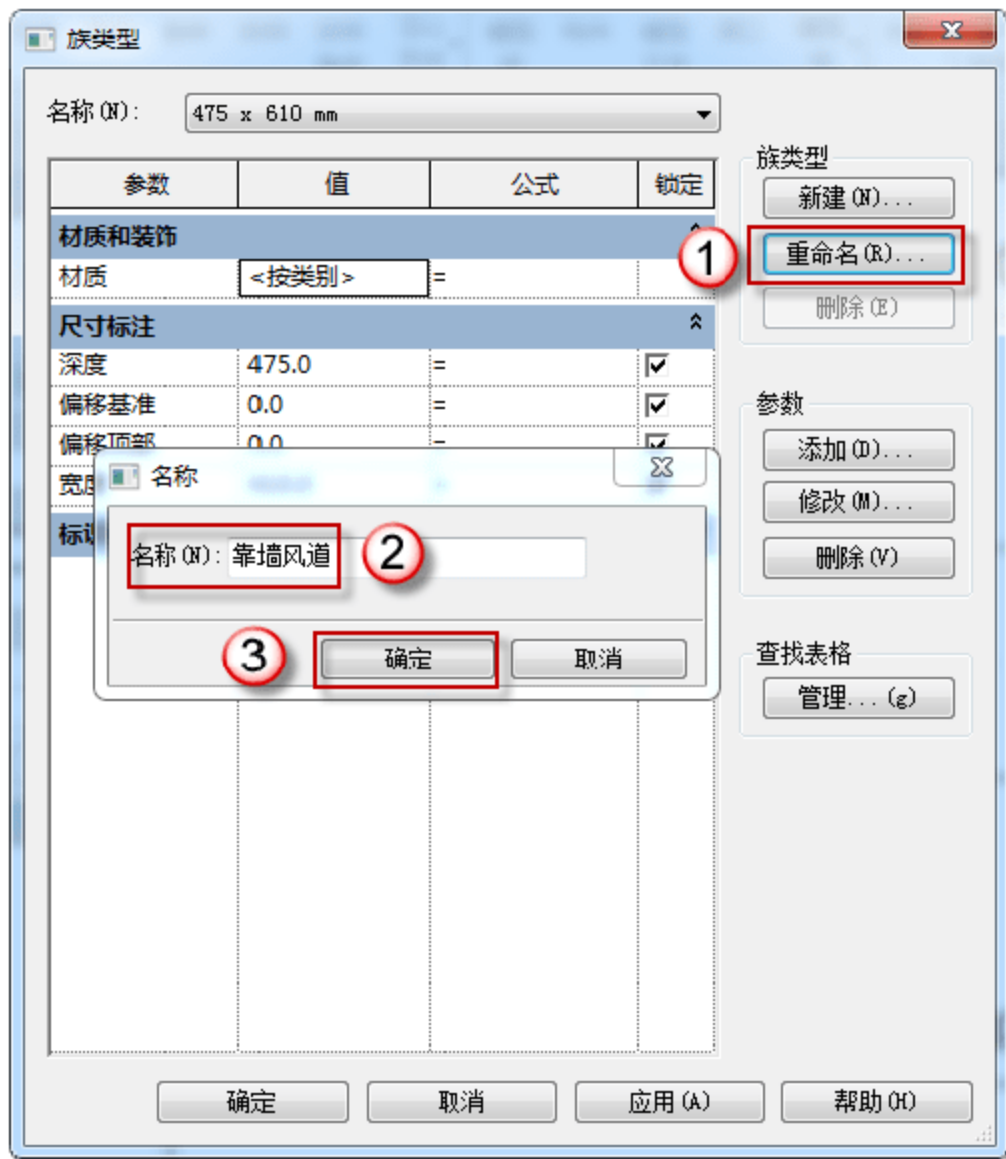

图 12.3.38 重命名“靠墙风道”
(3) 重命名“靠墙风道”。单击“重命名”按钮，在弹出的“名称”对话框中输入“靠墙风道”，单击“确定”按钮，如图 12.3.38 所示。